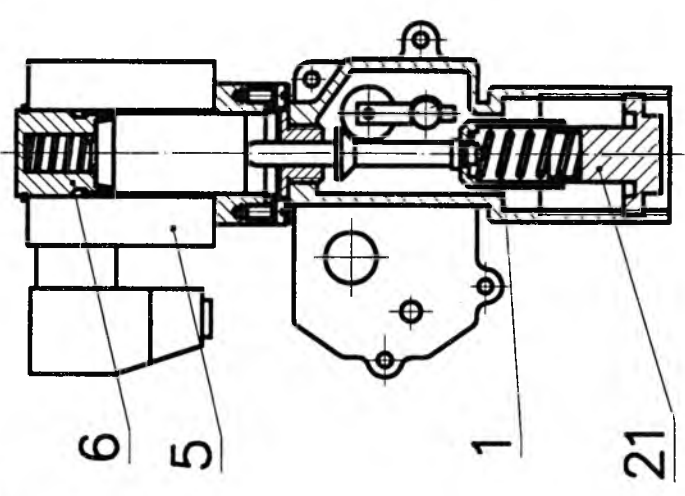

Рисунок 5
- подать в надмембранную полость К, рисунок 5, давление, равное контролируемому;
- нажать кнопку 7 (аварийного закрытия клапана), рисунок 5, рукоятка взвода должна возвратиться в исходное, вертикальное положение;
- установить давление в полости К, рисунок 5, соответствующее нижнему пределу срабатывания (закрытия);
- полностью ослабить пружину 1, рисунок 5;